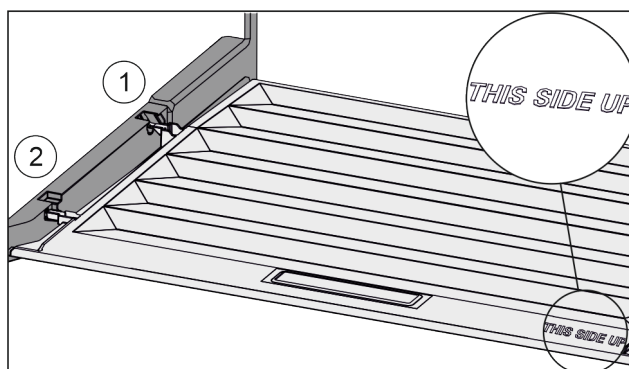

Fig. 125
- Introduire les rainures du couvercle par l'orifice du support arrière Fig. 125 (1) et les enclencher à l'avant dans le support Fig. 125 (2).